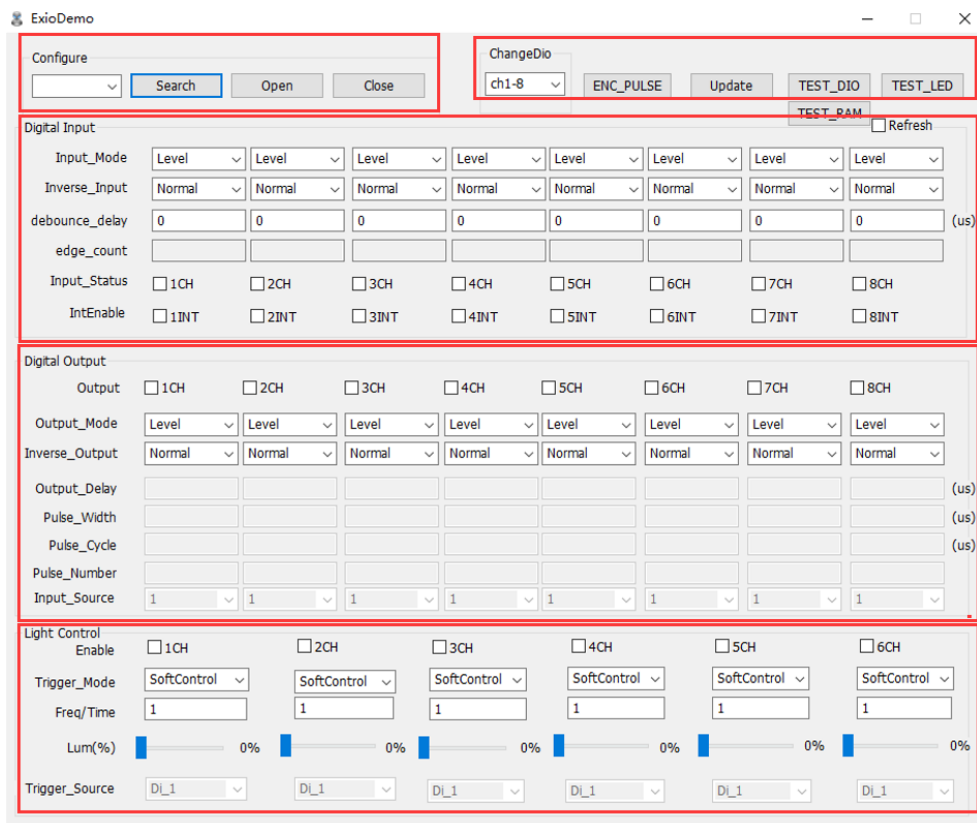

图 3-2 DEMO 主界面图
程序安装完成后，打开 DEMO 软件，其主界面如图 3-2 所示：
- 1、双击启动 DEMO，进入图 3-2 主界面。如果提示“未搜索到任何设备”，请检查：